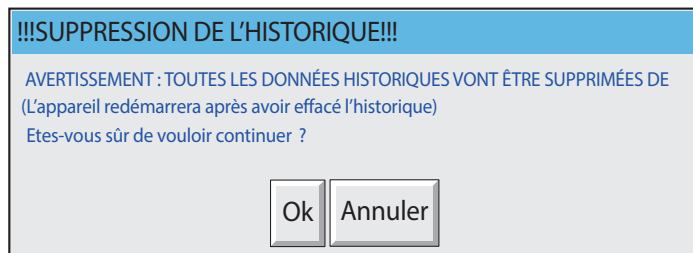

Figure B8.2 Boîte de dialogue de confirmation
2. Appuyez sur la touche « Ok » dans la boîte de dialogue (figure B8.2). Les fichiers historiques de l'enregistreur sont alors supprimés et l'enregistreur est redémarré.